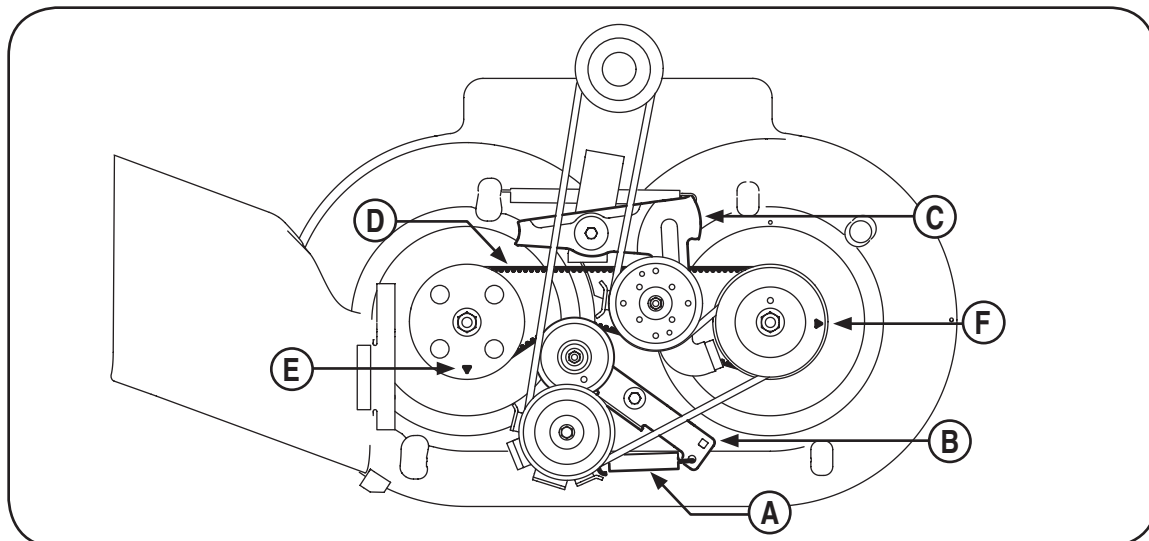

Figura 5-17
4. Extraiga el resorte (A) del soporte de sincronización y la plataforma, Figura 5-17.
6. Gire el soporte de sincronización de la polea loca (B) para pasar la correa alrededor de la polea loca, Figura 5-17.
7. Gire el montaje del brazo secundario (C) y extraiga la correa (D) de los montajes de husillo, Figura 5-17.
- a. Gire el montaje del husillo separador (E) para que la flecha estampada en el husillo mire hacia el frente de la cortadora, Figura 5-17.
- b. Gire el montaje del husillo transmisor para que la flecha estampada en el husillo mire hacia el exterior de la plataforma de corte, Figura 5-17.